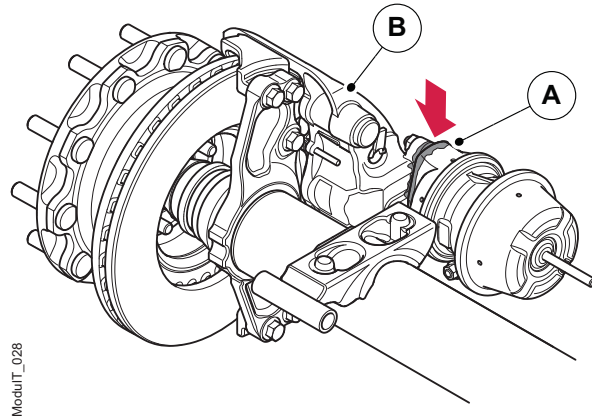

Figura 36. Superficies de acoplamiento de la cámara y la pinza de freno
1. Limpie a conciencia alrededor de las superficies de acoplamiento de la cámara de freno (A) y la pinza (B) para asegurarse de que no entre suciedad en el mecanismo al desmontar la cámara de freno. Véase la figura 36.